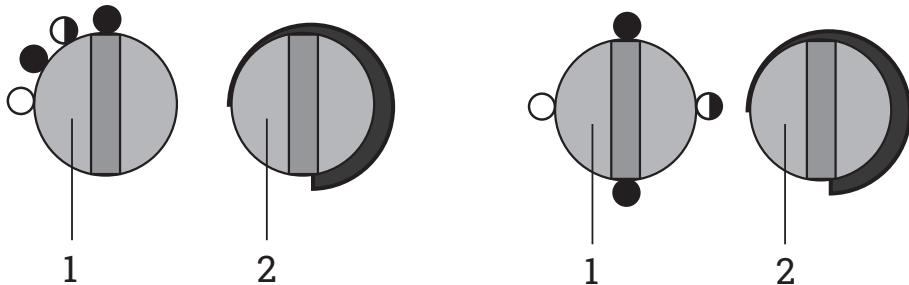

Рис. 2. Варианты блока управления
2. Для подключения к стационарной электросети тепловая пушка комплектуется сетевой вилкой (установлена на корпусе тепловой пушки) и ответной сетевой розеткой. Кабель питания в комплект поставки не входит. Схему расположения контактов на вилке см. в приложении на рис. 2.